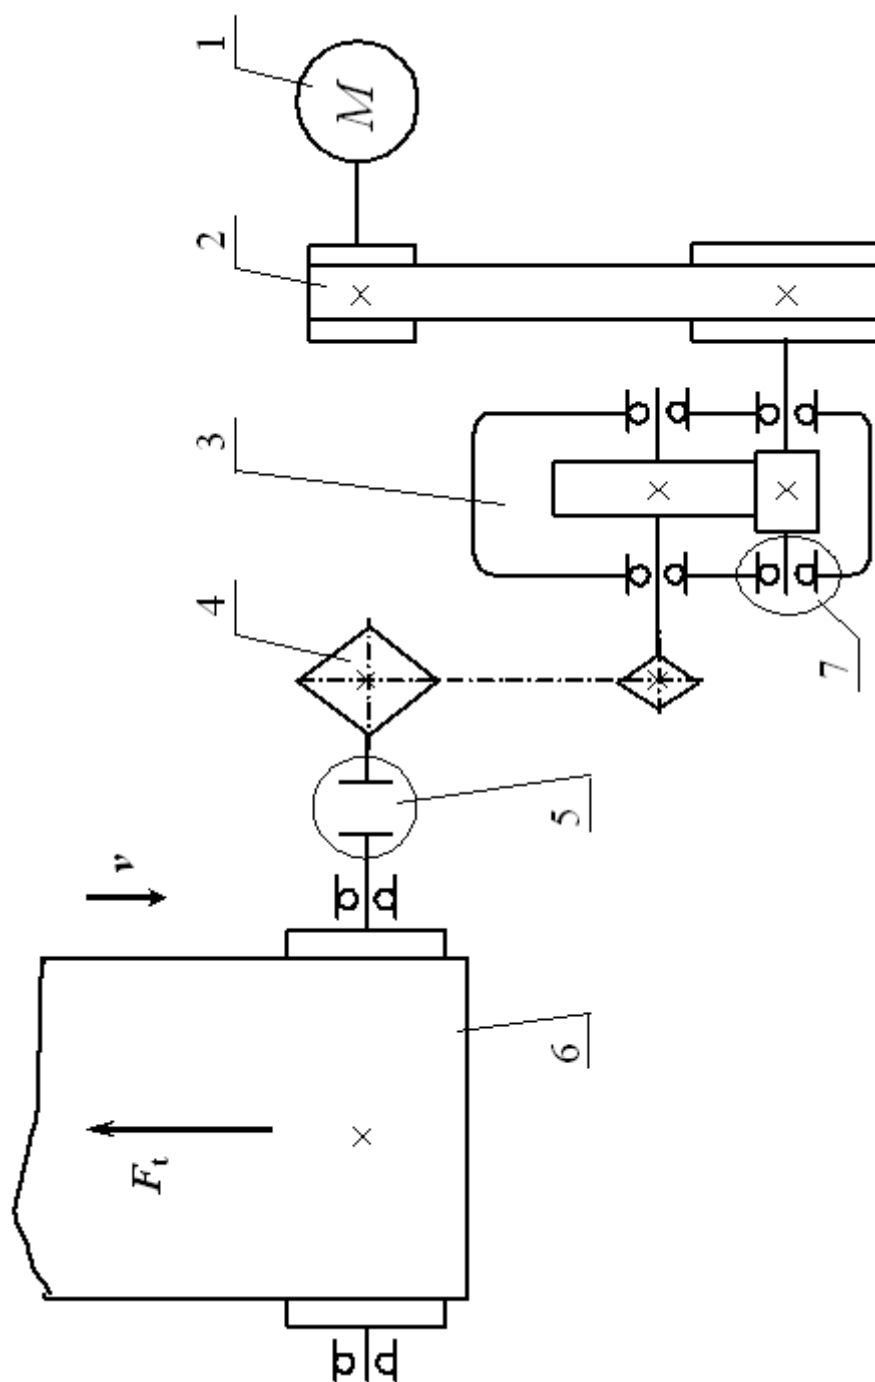

Рисунок 5.3 Схема привода конвейера:
2. Чертеж схемы привода конвейера вычерчивается в соответствии с рис. 5.3. Для вычерчивания элементов кинематических пар привода используется ГОСТ 2.770-68 «ЕСКД. Элементы кинематики».